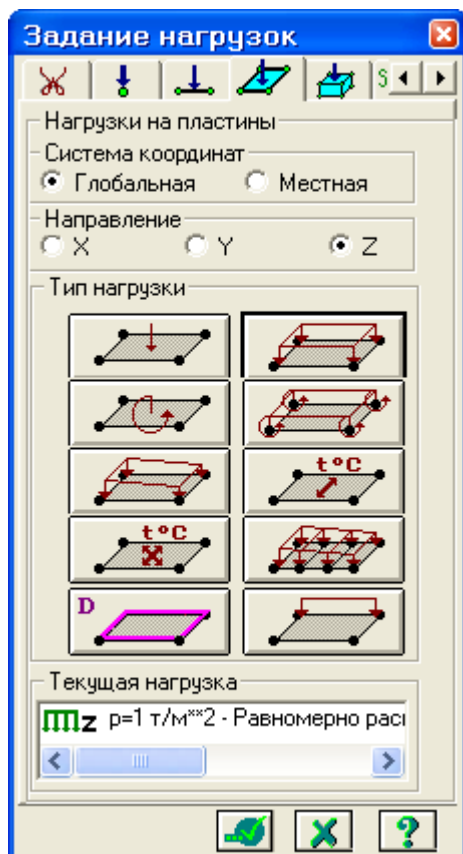

Рис.16.16. Диалоговое окно **Задание нагрузок**
- Вызовите диалоговое окно **Задание нагрузок** (рис.16.16) с помощью меню **Нагрузки** ⇒ **Нагрузка на узлы и элементы** (кнопка  на панели инструментов).